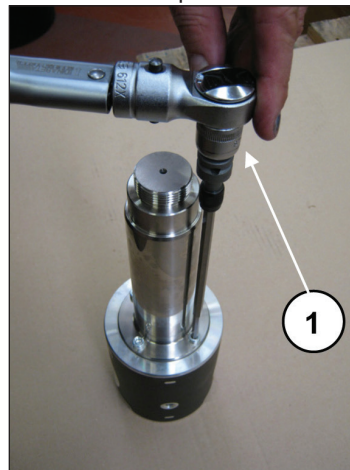

Fig. 41
Bloquear la guía del pistón con la herramienta específica y apretar los tornillos con la llave dinamométrica (pos. ①, Fig. 41) como se indica en el capítulo 3.